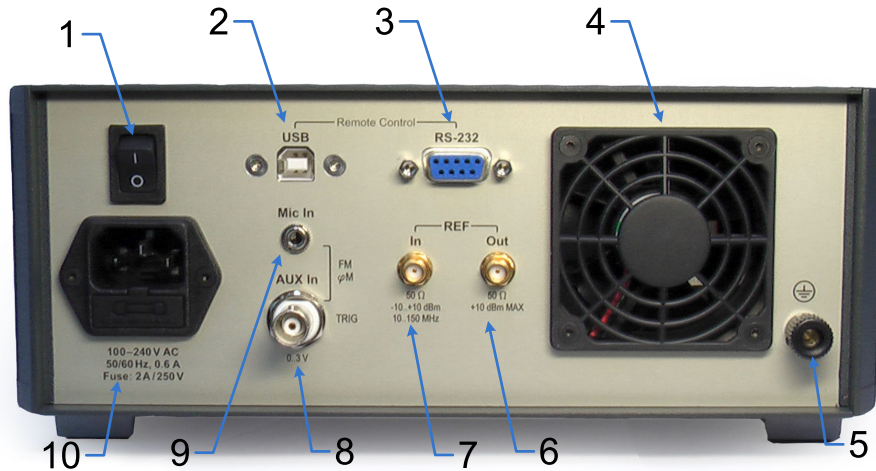

Рис. 5: Задняя панель
2. Убедитесь, что выключатель сетевого питания на задней панели (поз. 1, рис. 5) выключен.
На рис. 5 изображена задняя панель прибора. Номерами обозначены следующие элементы: